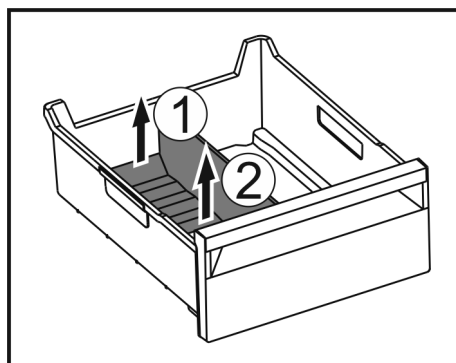

Fig. 173
- ▶ Sollevare la parte posteriore del divisore dello scomparto del ghiaccio. Fig. 173 (1)
- ▶ Rimuovere il divisore dello scomparto del ghiaccio verso l'alto. Fig. 173 (2)